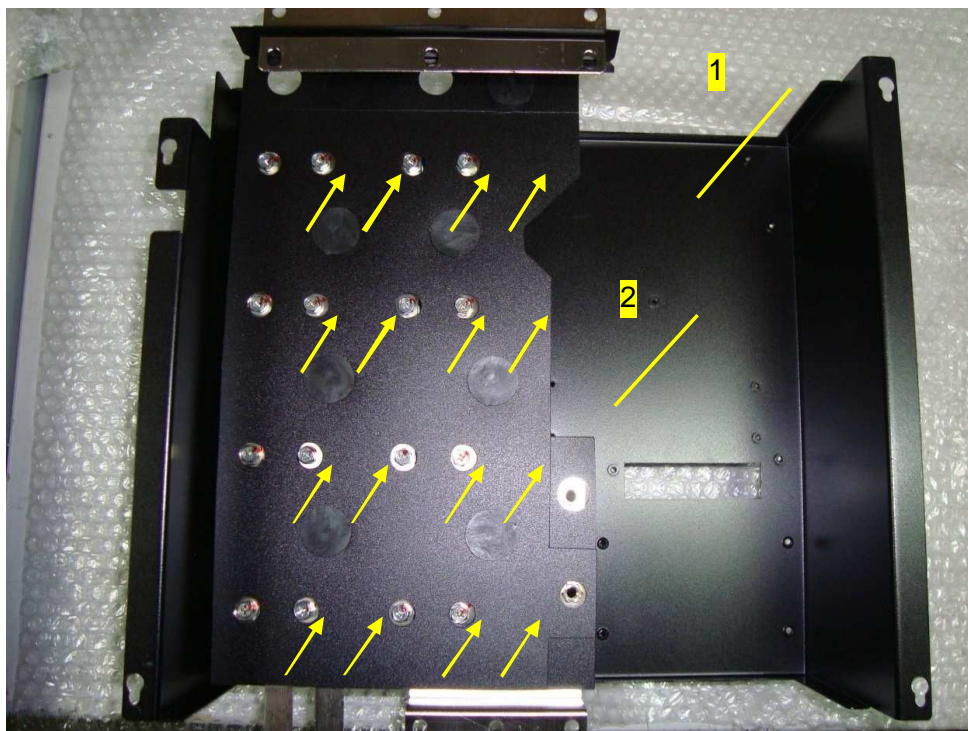

Рис. 7.10
4. установить корпус блока конденсаторов 1 на рабочий стол основанием вверх (рис. 7.10);
6. закрепить конденсаторы шестнадцатью винтами (рис. 7.10, желтые стрелки);